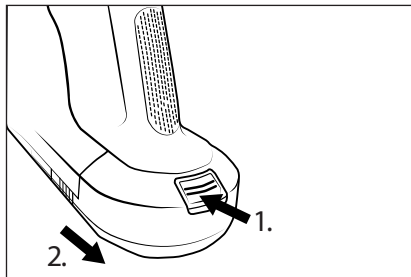

Fig. 13
- ♦ Para desmontar la batería **2** del aparato, mantenga pulsado el botón de desenganche de la batería **1** y tire de la batería **2** para extraerla del aparato (consulte la fig. 13).